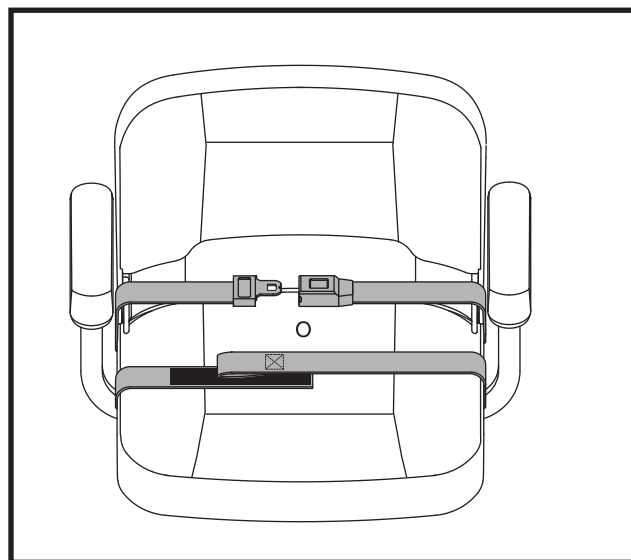

Figura 24. Cinture di sicurezza - Cintura di sicurezza con aggancio metallico o con gancio riutilizzabile e velcro
1. Inserire il gancio metallico del lato destro della cintura nella chiusura di plastica al lato opposto spingendo fino a sentire un “click”. **Vedere figura 24.**
1. Allineare le due parti della cintura ponendo la parte con il velcro direttamente sopra il lato di adesione (“gancio”) dell’altra parte. Premere per bloccare. **Vedere figura 24.**